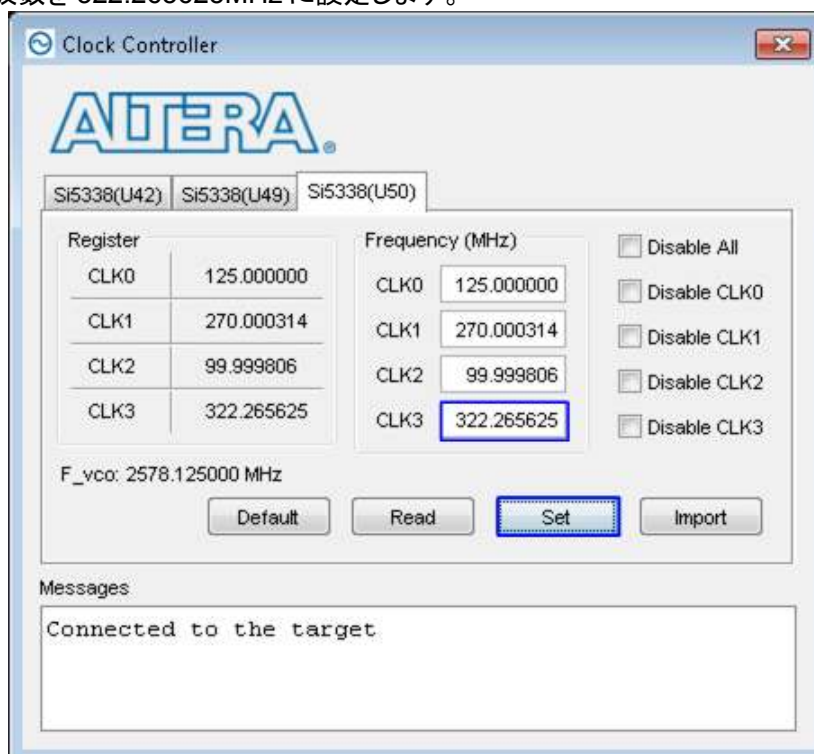

図 3-4: リファレンス・クロックの設
- Arria10SoC 開発キット内の”Clock Controller”アプリケーションを起動します。図 3-4 に示すように Si5338(U50)タブを選択し、CLK3 の周波数値を”322.265625”MHz にセットします。”Set”ボタンを押下し発振クロック周波数を 322.265625MHz に設定します。